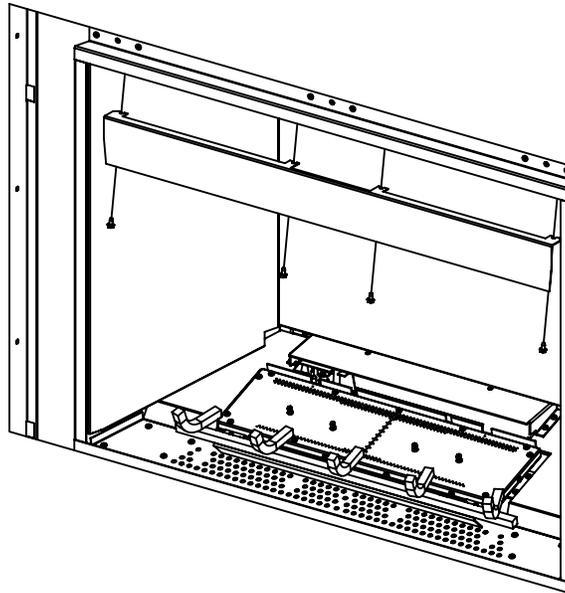

Figure 55: Enlèvement du Déflecteur de Lumière
Étape 2. Retirez le déflecteur d'éclairage en desserrant les quatre vis de fixation avec une douille 5/16 (voir la figure 55).